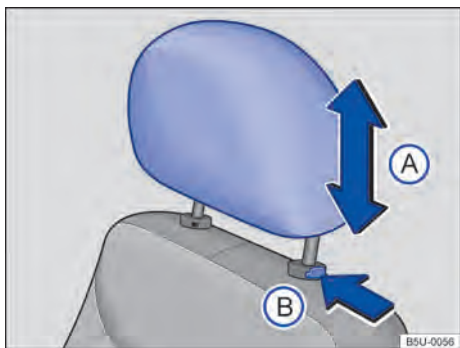

Fig. 37 Desinstalar o apoio para cabeça dianteiro.
- Pressionar o botão → Fig. 37 (B) no sentido da seta. Retirar o apoio para cabeça com a tecla pressionada.
- Empurrar o apoio para a cabeça totalmente para baixo com o botão → Fig. 37 (B) pressionado.